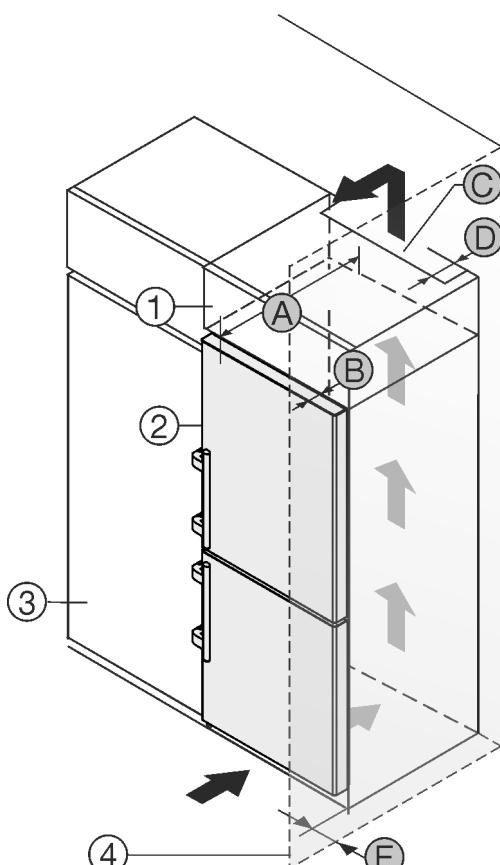

Fig. 2
Jūs varat uzstādīt ierīci tieši blakus virtuves skapim Fig. 2 (3).*
Uzliekamā skapīša aizmugurē jābūt ventilācijas spraugai ar dziļumu Fig. 2 (D) visa uzliekamā skapīša platumā.*
Zem telpas grieztiem jāievēro ventilēšanas šķērsgriezums Fig. 2 (C).*
Ja jūs uzstādāt ierīci ar enģēm blakus sienai Fig. 2 (4), tad atstatumam starp ierīci un sienu jābūt vismaz 57 mm. Tas atbilst atlikušajam attālumam līdz rokturim pie atvērtām durvīm.*
Lai jūs varētu pilnīgi atvērt durvis, ierīcei jābūt izvirzītai par durvju dziļumu Fig. 2 (B) attiecībā pret virtuves skapja priekšdaļu. Atkarībā no virtuves skapju Fig. 2 (3) dziļuma un sienas spraišļu izmantošanas ierīce var būt vairāk izvirzīta.*